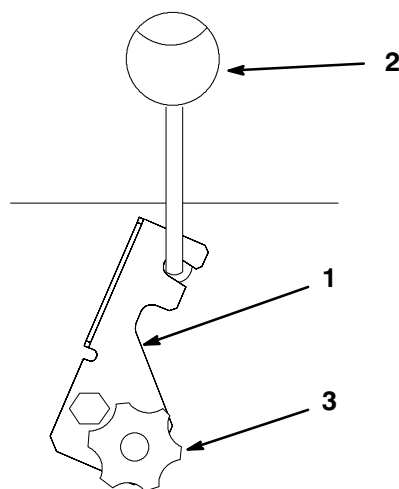

Figure 12
2. Desserrez le bouton du verrou. Ecartez le verrou en arrière et resserrez le bouton (Fig. 12).